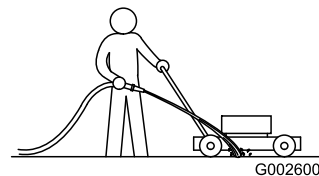

Figura 15
3. Con el motor en marcha y la cuchilla engranada, dirija un chorro de agua por delante de la rueda trasera **derecha** (Figura 15).